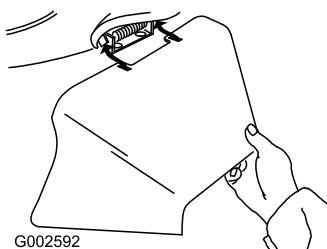

Figura 36
3. Montate il condotto di scarico laterale e chiudete lo sportello sul condotto (Figura 36).